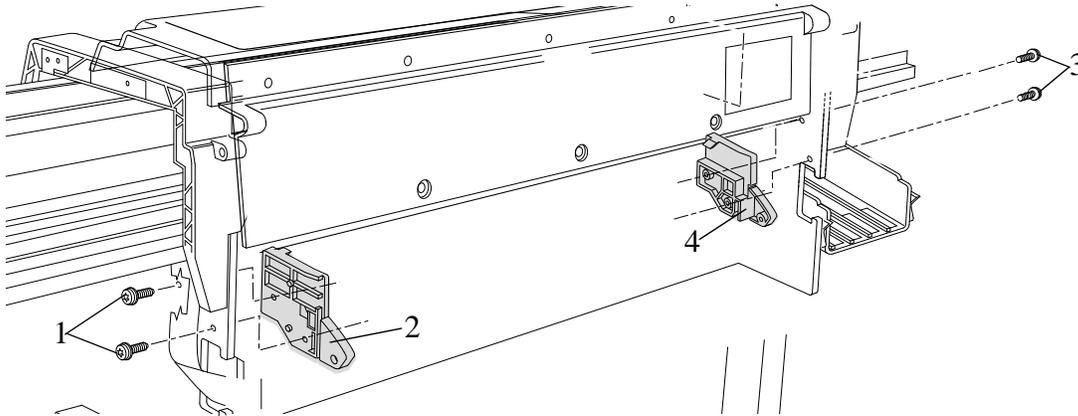

Figura 72: Montagens da placa
Consulte da Figura 72 à Figura 75.
3. Remova os dois parafusos T-15 (item 3) que prendem a montagem direita da placa traseira (item 4) (consulte a Figura 72).